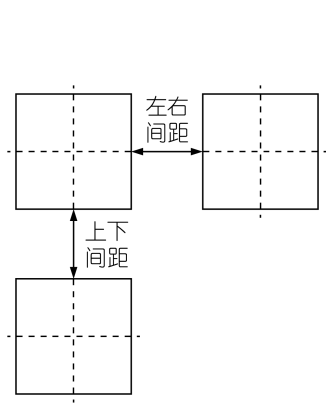

图 1
- ① 仪表安装孔间距请根据不同尺寸及安装支架方式留出合适的距离，必要时仪表允许并排紧密安装方式。建议 A/D/D61/C/E 尺寸左右间距 $>8\text{mm}$ ，上下间距 $>30\text{mm}$ ；B/F 尺寸左右间距 $>30\text{mm}$ ，上下间距 $>8\text{mm}$ （图 1）。